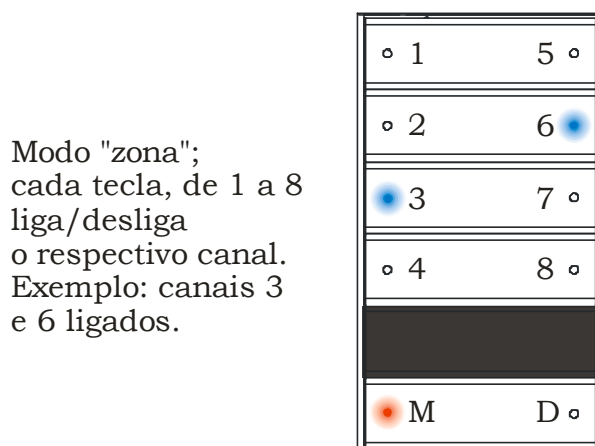

Figura 4 - Modo "zona"
- Aceso: o teclado está em modo “zona”, como na Figura 4;
Os módulos têm 8 zonas, acionadas pelas teclas 1 a 8. Usando o teclado no modo “zona” (led da tecla *modo* aceso, ver Figura 4), pode-se acionar ou desligar cada canal independentemente dos outros. Assim, pode-se acionar apenas os canais desejados. Pressionando uma tecla uma vez, o respectivo canal será acionado, e pressionando novamente, será desligado, como no exemplo mostrado na Figura 4.
- Passar para modo “zona” (led da tecla *modo* aceso, ver Figura 4);
- Selecionar modo “zona” (led da tecla *modo* aceso, ver Figura 4);